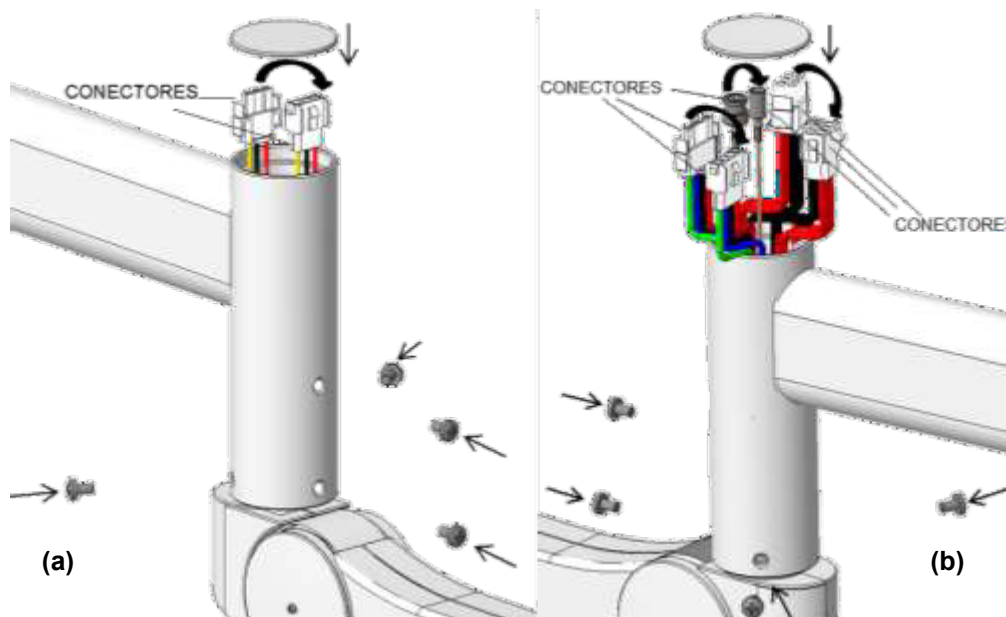

FIGURA 54 – CONECÇÃO DOS CONECTORES DO SPRING ARM E FINALIZAÇÃO DA MONTAGEM (a) BRAÇO SEM SISTEMA DE CÂMERA (b) BRAÇO COM SISTEMA DE CÂMERA
- Conectar o conector do braço com o conector do *Spring Arm* (nos braços com sistema de câmera serão três conectores no braço e três no *Spring Arm*) (Figura 54);